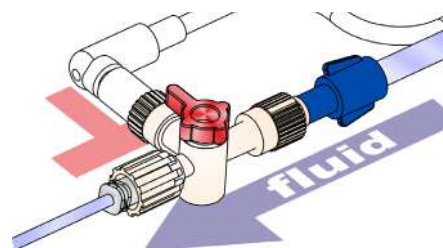

Fig. 58: 2-ходовой клапан: Воздух **ВЫКЛ**
4. Переведите 2-ходовой клапан в положение: Воздух **ВЫКЛ.** (рис. 58)